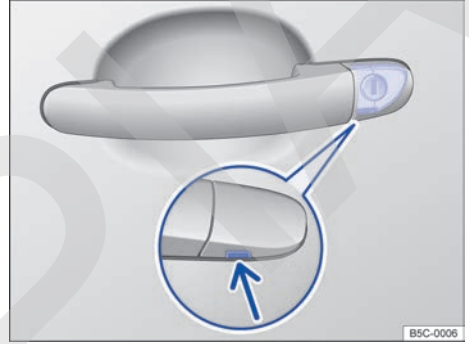

Fig. 56 Manilla de la puerta del conductor: bombín de la cerradura oculto.
- Introduzca el paletón de la llave, por abajo, en el orificio que hay en la caperuza de la manilla de la puerta del conductor → fig. 56 (flecha).